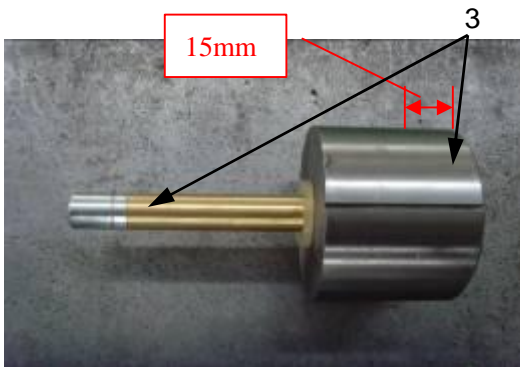

图 7 柱塞磨损位置示意图
- 步骤 3: a 检查柱塞头部 (图 7) 磨损划痕情况, 距端面 15mm 的圆周表面内磨损达 70% 以上, 须更换柱塞;